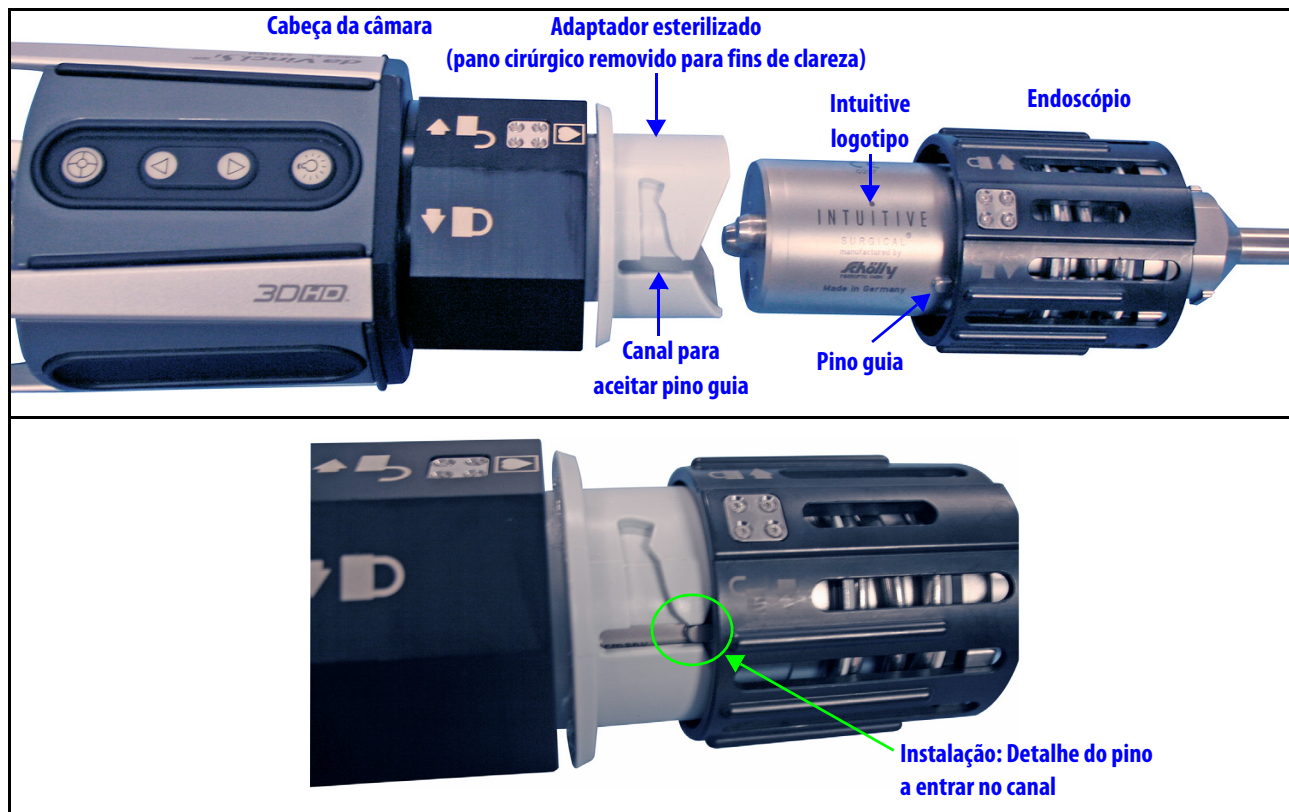

Figura 7.5 Instalação do endoscópio na cabeça da câmara
- No caso de endoscópios planos (0 graus), recomendamos a instalação do endoscópio na cabeça da câmara de maneira consistente na mesma orientação: tendo o logótipo da “Intuitive Surgical” existente na base do endoscópio no mesmo lado que os botões da cabeça da câmara, conforme apresentado acima na Figura 7.5.